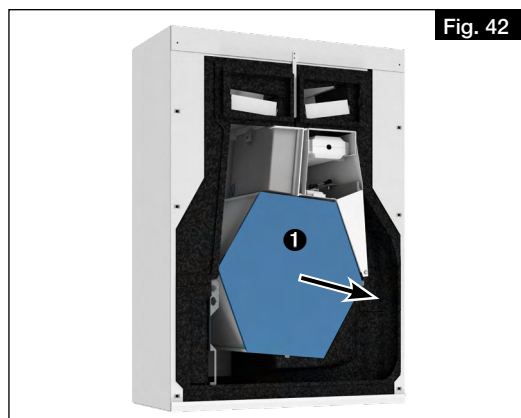

Fig. 42
3. Retirer l'échangeur à contre-courant **1** avec précaution de l'appareil (voir Fig. 42).